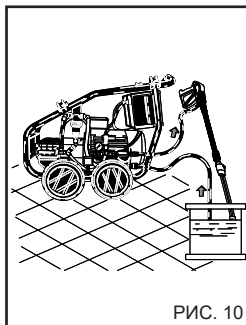

РИС. 10
**ОПЕРАЦИИ ПРИ ИСПОЛЬЗОВАНИИ АНТИФРИЗА, РИС. 10**